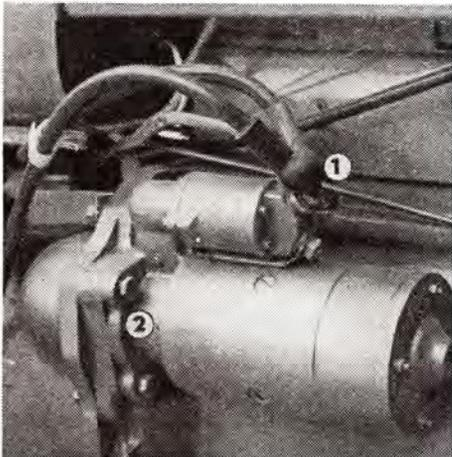

Abb. 60
2. Das Zuleitungskabel ist von der Kontaktschraube und von der Anlasserspule abzulösen (Abb. 60/1).
3. Drei Schrauben (Abb. 60/2), durch die der Anlasser befestigt wird, sind auszuschauben und der Anlasser ist abzunehmen.